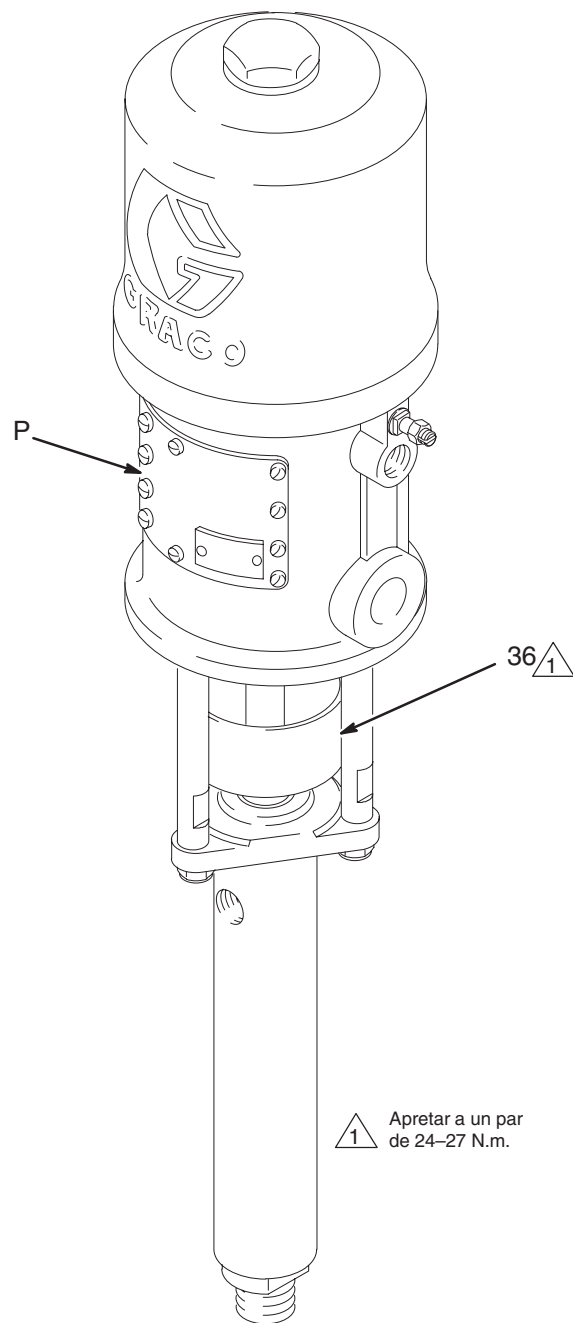

Fig. 3
No haga funcionar el equipo sin las placas del motor neumático colocadas (P, Fig. 3). Puede constreñir o amputar sus dedos. Vea el párrafo **PELIGRO POR PIEZAS EN MOVIMIENTO**, en la página 3.
Mantenga la tuerca prensaestopas/copela húmeda (36) llena de Líquido sellador de empaquetaduras de Graco (TSL) o con un disolvente compatible, para prolongar la vida de las empaquetaduras. Vea la Fig. 3.